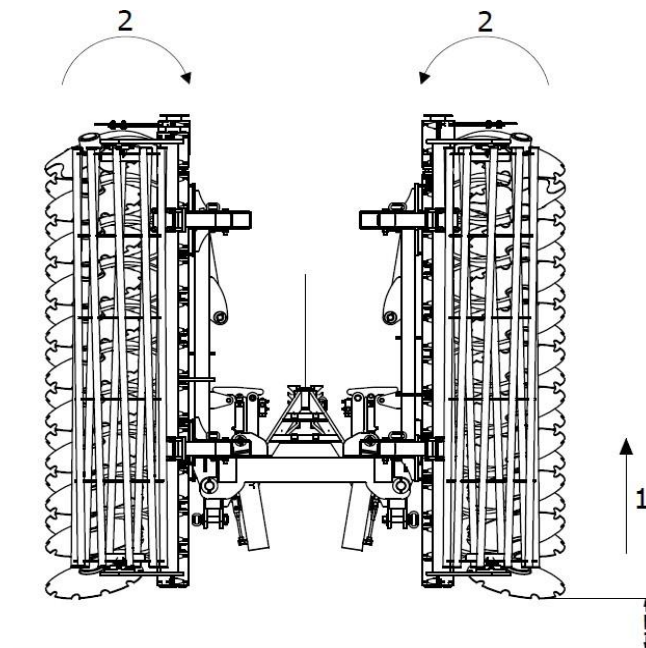

Abb. 6 Reihenfolge der Öffnung der Maschine: 1 - die Maschine bis zum Maximum anheben, 2 - die Flügel der Maschine in die „geschlossene“ Position klappen.
1. Zunächst muss die Maschine so weit wie möglich angehoben werden, damit sie korrekt zusammengeklappt werden kann und die Klapparme während der Bewegung nicht am Boden hängen bleiben (Abb. 6).
2. Im nächsten Schritt werden die Flügel der Maschine hydraulisch in die „geschlossene“ Position geklappt, um sicherzustellen, dass der Flügelverriegelungsmechanismus entriegelt wird und die Arme der Maschine zu einem späteren Zeitpunkt geöffnet werden können. Dieser Vorgang ist jedes Mal erforderlich, wenn die Arme geöffnet werden (Abb. 6).